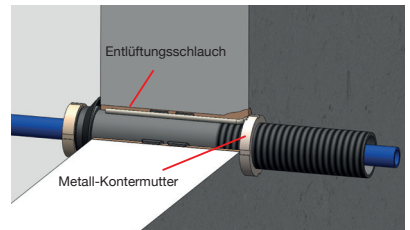

Abb. 6 Montage Metall-Kontermutter
- Nach dem Entfernen des Verguss-Sets gem. Abb. 6 eine Metall-Kontermutter (7) von der Kellerseite aus auf das überstehende Gewinde bis vor die Hauswand aufschrauben.